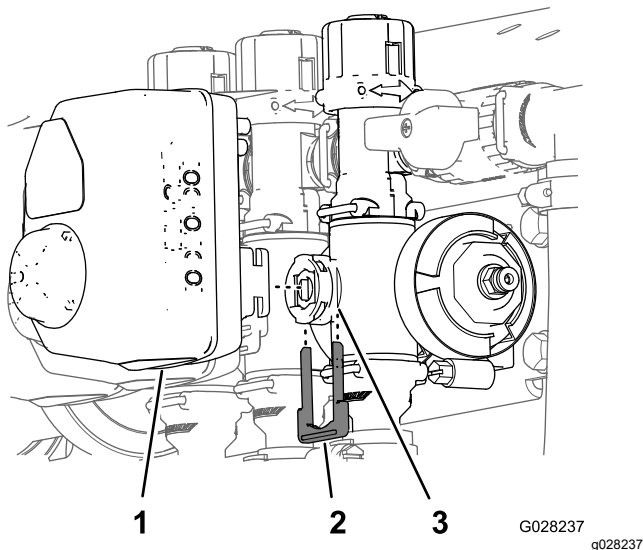

Figura 13
1. Îndepărtați opritorul care fixează dispozitivul de acionare la vana colectorului pentru vana de seciune sau vana de agitare (Figura 13).